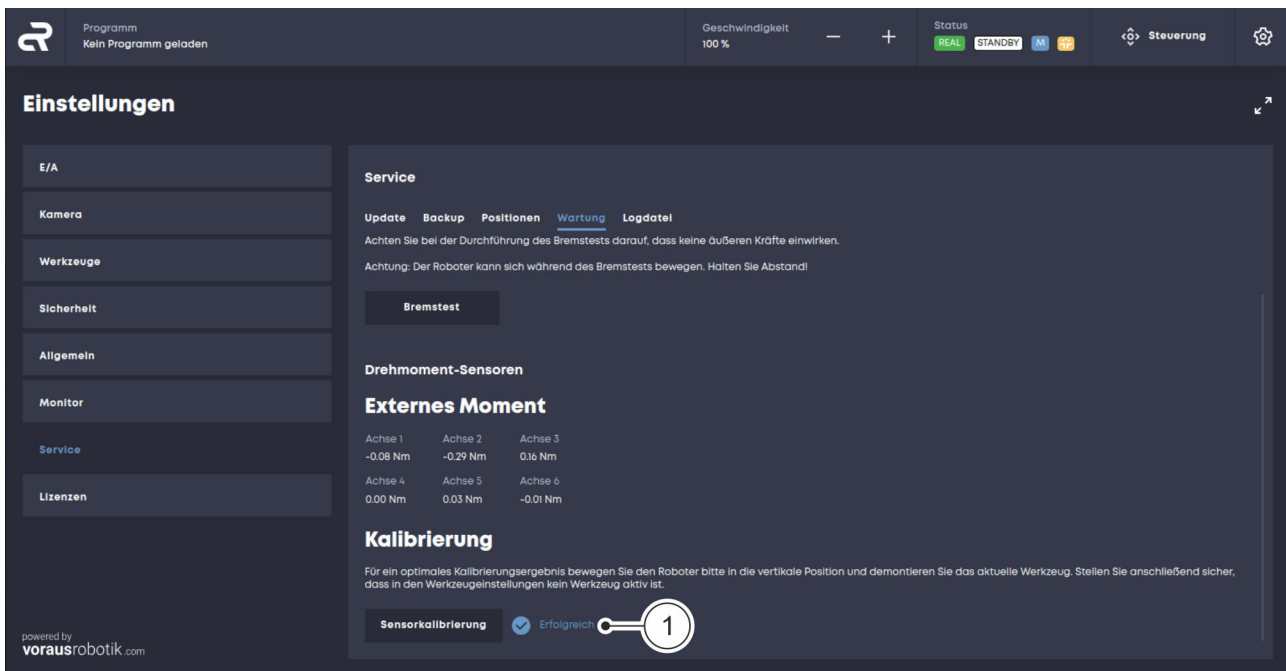

Abb. 56 Kalibrierung erfolgreich
- Nach erfolgreicher Kalibrierung wird der Text „Erfolgreich“ angezeigt Abb. 56/1.